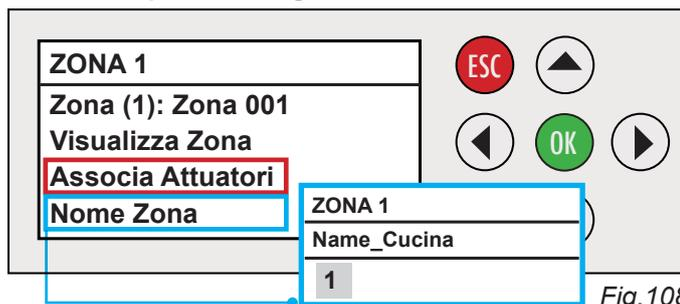

Fig. 108
- C1 Premere **OK** per entrare nel sottomenù tramite i tasti freccia **◀▶**, selezionare la Zona e portarsi con i tasti freccia **▲▼** su "Associa Attuatori" e confermare con **OK**. (Fig. 108)
- C4. Per nominare un ambiente (Es. Zona 1: CUCINA) muoversi con le frecce **▲▼** e selezionare "Nome Zona" e confermare con **OK** con le frecce **▲▼** cambiare la lettera (esempio "C") e muoversi con le frecce **◀▶** per spostarsi di lettera. Procedere così fino a completare la parola (Cucina). (Fig. 108)